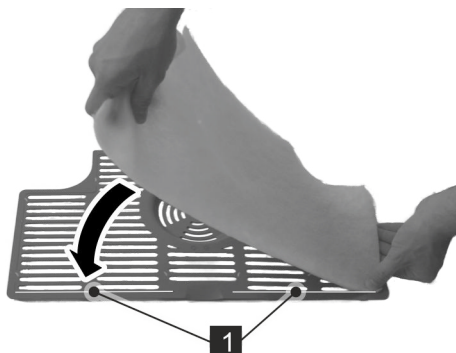

Abb. 30: ReinigungsfILTER aufkleben
3. ▶ Neuen ReinigungsfILTER mit der klebenden Seite entlang der Markierung (Abb. 30/1) auf das Ansauggitter kleben.